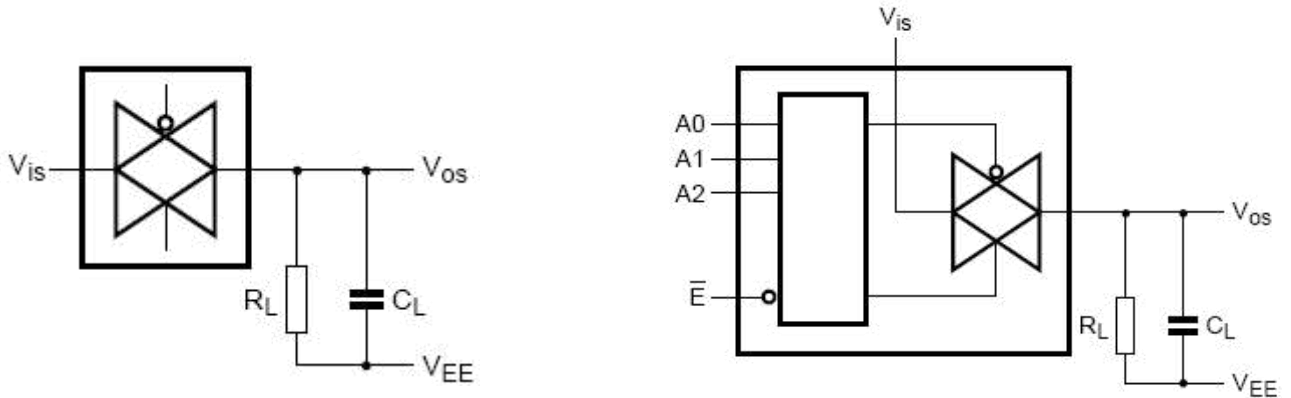

图 7、方波失真度、关断频率和导通频率测试图
- 2、 $R_L = 1 k\Omega$; $C_L = 5pF$, 通道关断, $20\log V_{os}/V_{is} = -50dB$, 见图 7
- 3、 $R_L = 1 k\Omega$; $C_L = 5pF$, 通道开, $20\log V_{os}/V_{is} = -3dB$, 见图 7